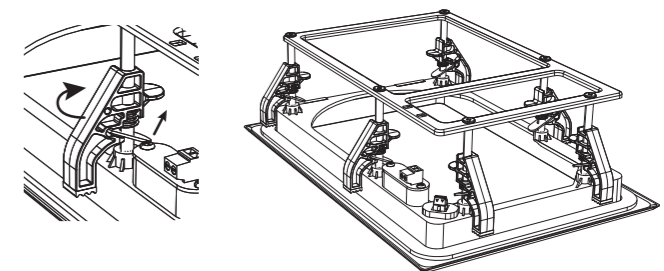

Fig. 5. Adjusting the Mounting Clamps
- Stellen Sie alle Befestigungsklemmen des Rahmens so ein, dass sie sich in der verstaute Position befinden (Abb. 5 und 6). Sie werden eingestellt, indem Sie an der federbelasteten Metallasche ziehen und dann die Klemmen entlang ihrer Montagepfosten bewegen und zur Seite drehen. Dadurch kann der Rahmen in die Trockenbauöffnung passen.